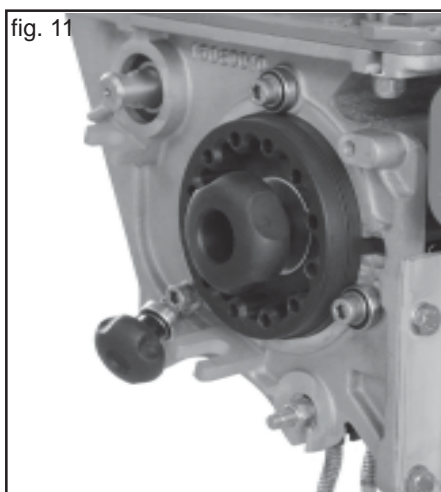

fig. 11
**Cu masina complet goala**, indepartati cureaua elementului agitator si slabiti volantul de fixare a ruloului dozator (Fig. 11). Volantul de fixare al ruloului dozator, odata decuplat, ramane cuplat la cadrul dozatorului.